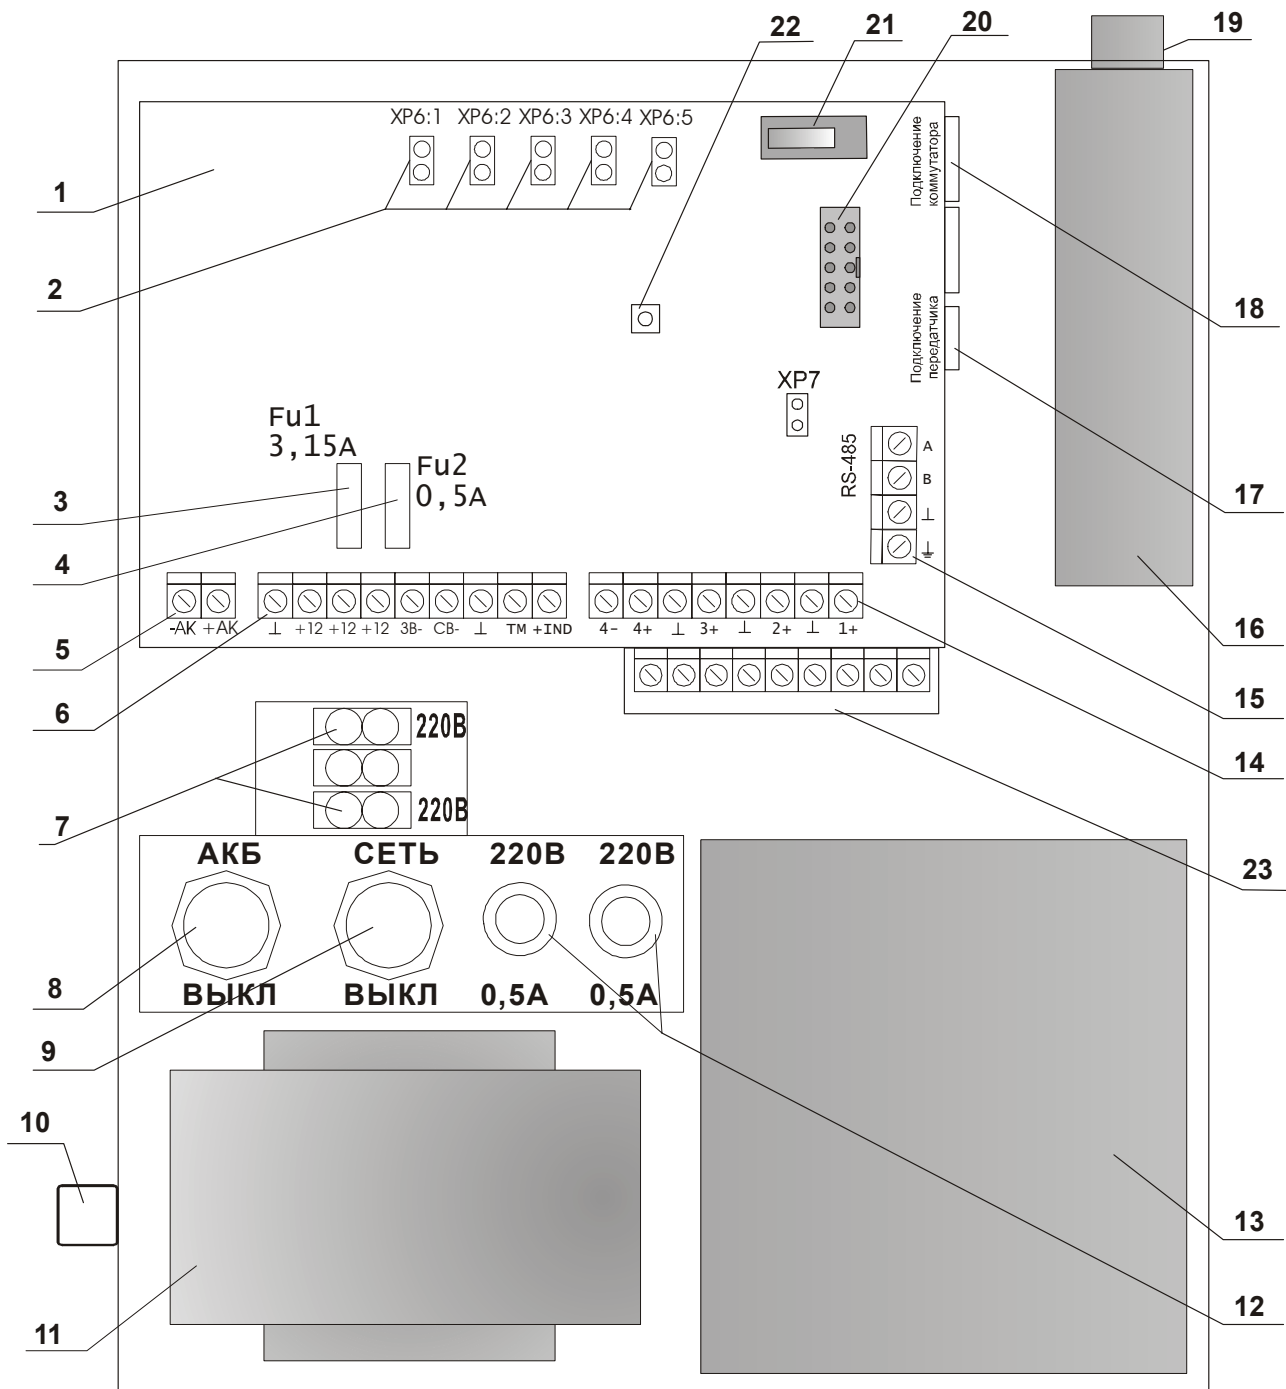

Рисунок 2 - Размещение узлов в кожухе прибора «Радиус-4/Астра»
1.4.1.2 В кожухе прибора смонтированы (рисунок 2): два печатных узла, устройство передачи извещений (радиопередатчик или дозвониватель), трансформатор питания.